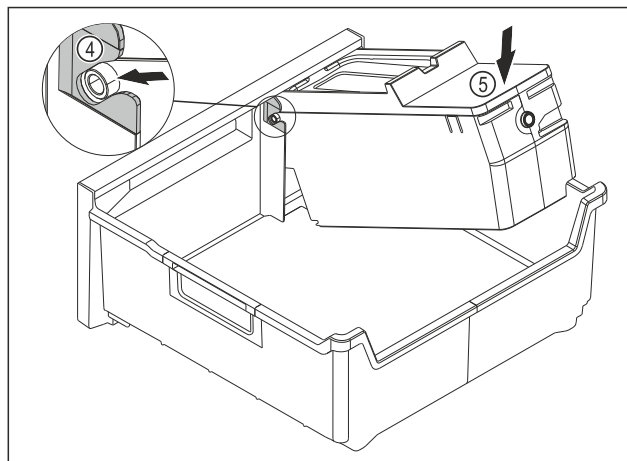

Fig. 82
- ▶ Смонтируйте корпус EasyTwist-Ice: Вставьте оси корпуса EasyTwist-Ice в направляющие Fig. 82 (4).
- ▶ Вдавите корпус EasyTwist-Ice Fig. 82 (5) вниз.